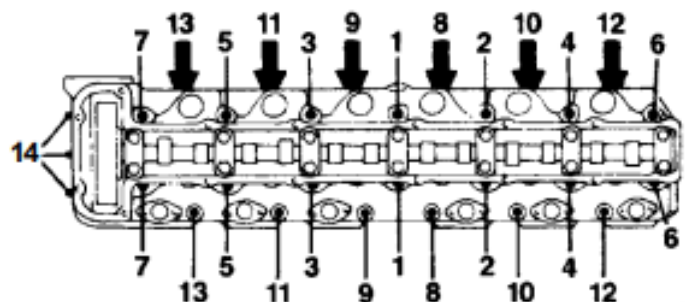

Abb. 3
- ▶ Bringen Sie die Zylinderkopf-Befestigungsmuttern an und ziehen Sie sie gemäß der in Abb. 3 gezeigten Reihenfolge fest. Siehe die Servicedaten im Werkstatthandbuch für die korrekten Drehmomentangaben.